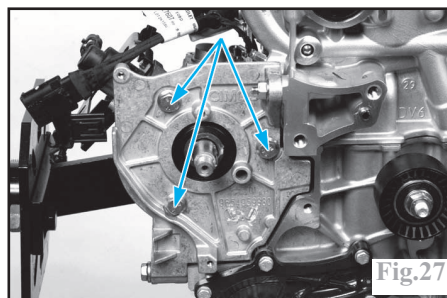

Fig.27
- les trois vis de fixation avant (Fig.27).